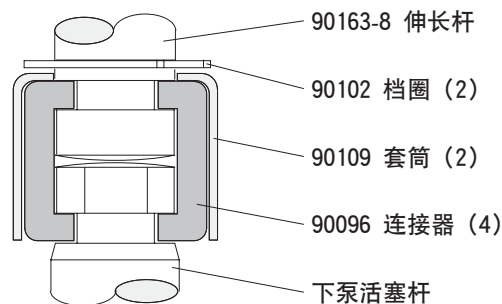

图 2
4. 使用卡钳, 将挡圈向上滑动足够的距离, 使套筒能够向上移动, 并且松开两个连接器 (参看图2)。将气动马达置于一旁。